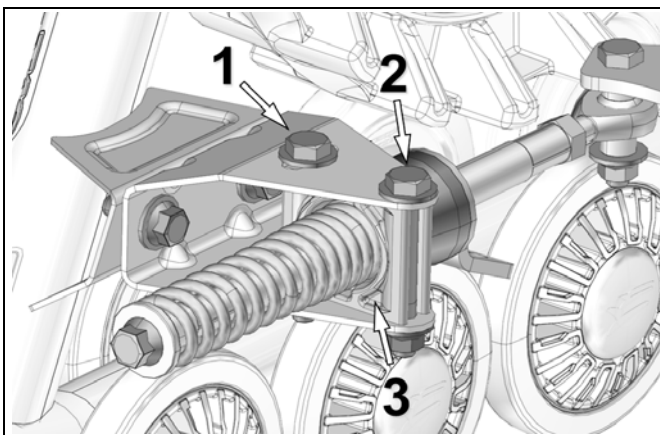

Abbildung 15
- Schrauben (1) und (2) des Verdrehsicherungsbügels lösen, damit die Verdrehsicherungs-Halterung (3) auf ihrer Achse gedreht werden kann. Siehe Abbildung 15.